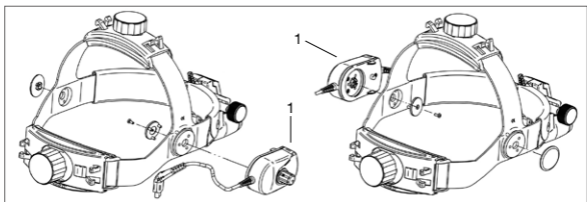
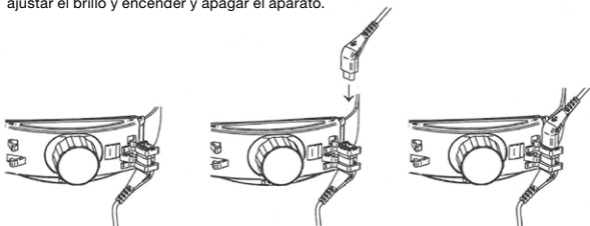

Fig. 3 Montaje del regulador de cinta craneal
Fig. 4
Vd. puede colocar el regulador de la cinta craneal (1) en el lado izquierdo o derecho de la cinta craneal (fig.3). Después podrá regular la claridad con progresión continua.
Para el funcionamiento de ML4 LED con el mPack o EN50 conecte el cable corto del regulador de la luminosidad con el cable de conexión mPack UNPLUGGED/Cinch y sujete éste a la tapa del segmento posterior de la cinta craneal (fig. 4). Conecte el instrumento al manguito Cinch del mPack o EN50. Con el regulador (1) (fig. 3) puede ajustar el brillo y encender y apagar el aparato.